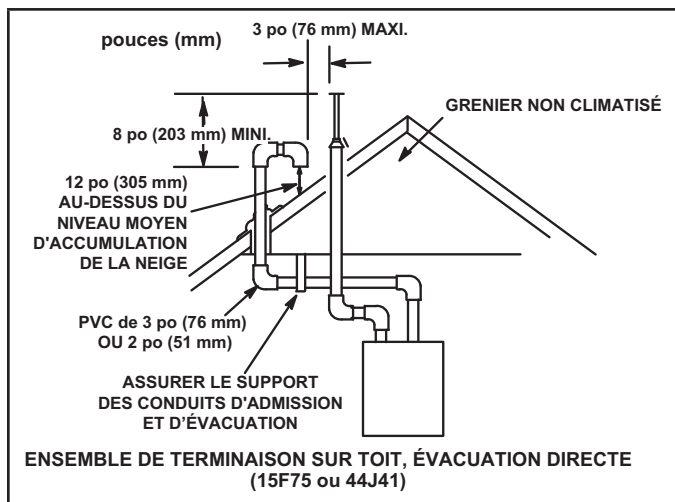

FIGURE 36
Les conduits d'admission et d'évacuation peuvent être acheminés soit horizontalement à travers un mur extérieur, soit verticalement à travers le toit. Pour les installations sous comble ou en placard, il est préférable d'utiliser une terminaison verticale à travers le toit. Les FIGURE 36 à FIGURE 43 illustrent des terminaisons typiques.
- 3 - Avec les terminaisons sur toit, le conduit d'admission doit comporter deux coudes à 90° et se terminer verticalement vers le bas (voir FIGURE 36).